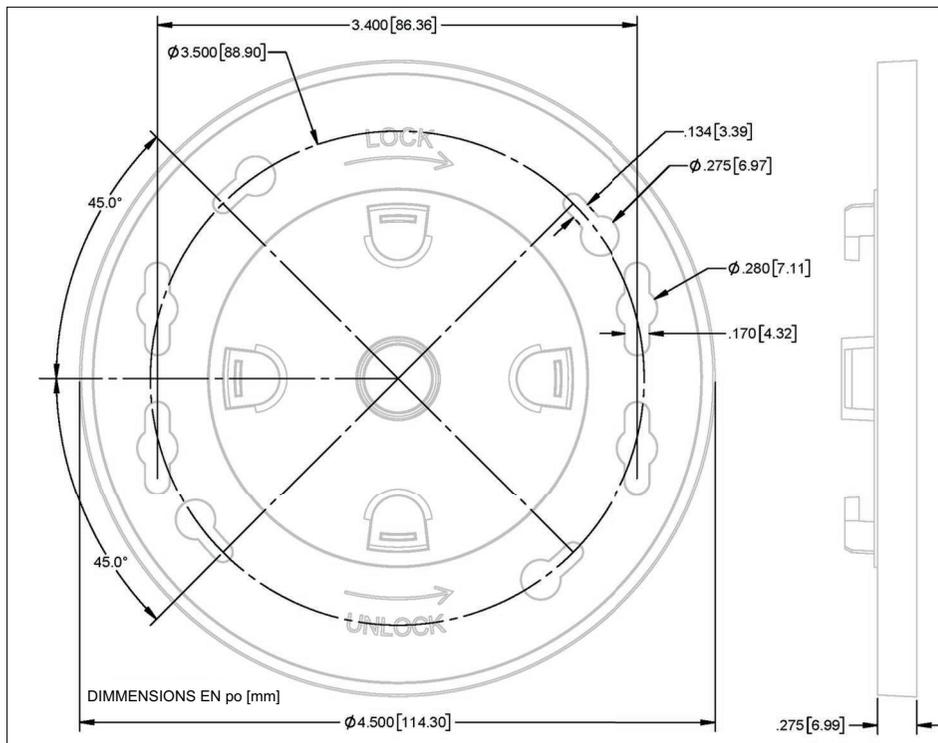

Figure 3. Support de montage de la passerelle – Dimensions en pouces [mm]
2. Prenez le support de montage (voir la Figure 3) et l'antenne dans le kit d'installation de la passerelle. Repérez une position sur la paroi pour fixer le support de montage de la passerelle.